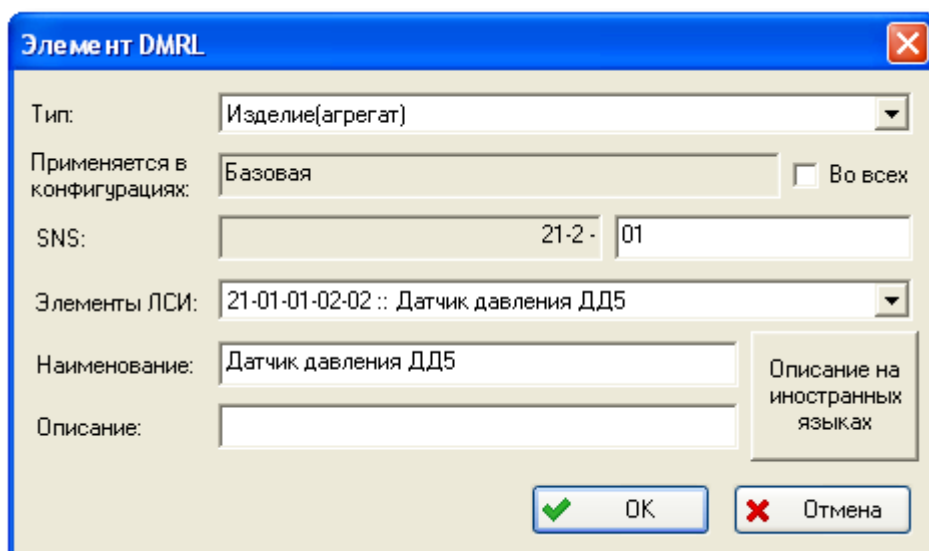

Рис. 10-9
4. В появившемся диалоговом окне **Элемент DMRL** выберите тип элемента «Изделие/агрегат», введите код изделия (рис. 10-9).